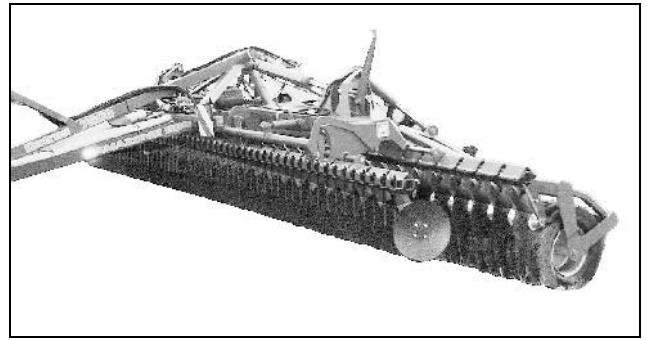

Fig. 21
- Lyft upp maskinen helt - vändtegläge! (Fig. 21)